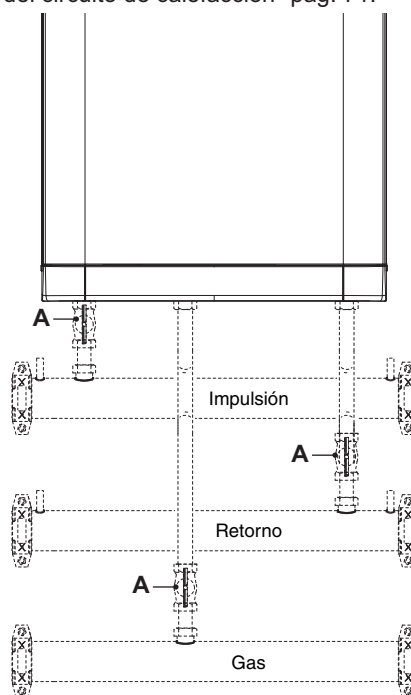

Fig. 2.17
- Cierre las llaves de corte (A - Fig. 2.17), incluidas en la instalación;